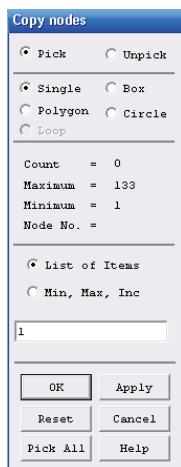
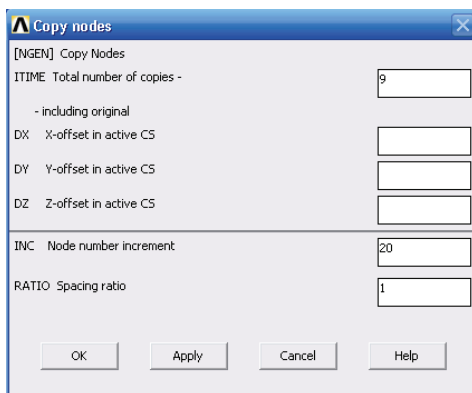

图 2-19 复制节点拾取菜单
图 2-20 复制节点对话框
7) 选择 Main Menu | Preprocessor | Modeling | Copy | Nodes | Copy 命令, 出现 Copy nodes 拾取菜单, 在输入栏中输入 1, 如图 2-19 所示, 单击 OK 按钮, 出现 Copy nodes 对话框, 在 ITIME Total number of copies 输入栏中输入 9, 在 INC Node number increment 输入栏中输入 20, 如图 2-20 所示, 单击 OK 按钮关闭该对话框。